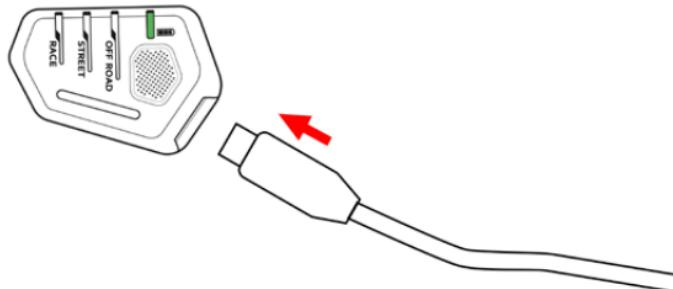

图 13：系统充电期间电池电量 LED (3d) 闪烁
系统随附一条 C 型 USB 充电线 (7)。要给系统充电，用户必须将系统随附的标准 C 型 USB 充电线 (7) 连接到 LED 显示屏 (3) 上的 C 型 USB 充电端口 (3e)。充电完成后，LED 显示屏 (3) 的电池电量指示灯 (3d) 将显示不同的闪烁颜色，如图 13 所示，具体说明请参阅第 8 节“LED 显示屏 (3) 指示灯汇总”。首次使用前，请为系统充满电。